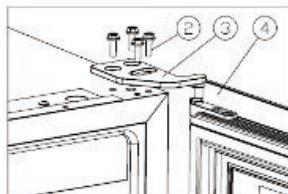

Figure 1
- Dévissez les vis M5\*16 ②, démontez la charnière supérieure droite ③ et retirez la porte [Figure 1].